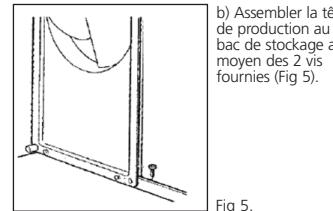

Fig. 5.
b) Assembler la tête de production au bac de stockage au moyen des 2 vis fournies (Fig 5).